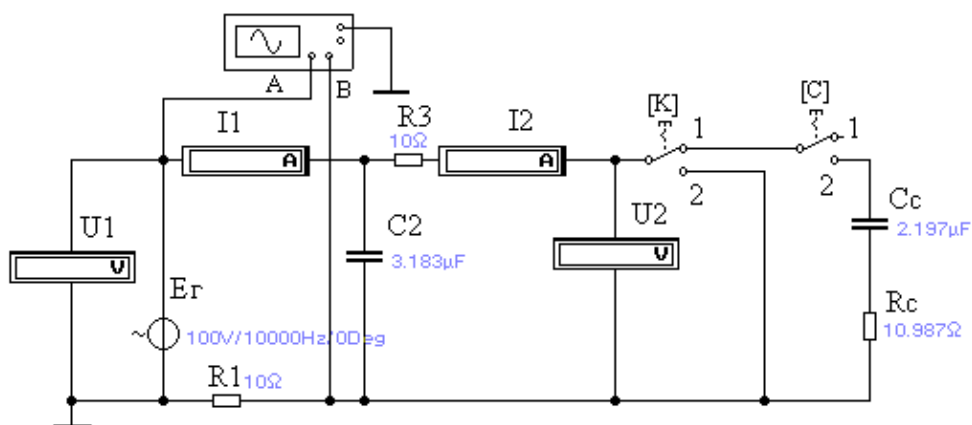

Рисунок 2
1. Собрать схему электрической цепи (рисунок 2).
4. После завершения установки всех параметров схемы кнопку (0-1) перевести в положение «Включено (1)». По завершении автоматических расчетов кнопка (0-1) переводится в положение «Выключено (0)». Показания амперметров и вольтметров, значение временного промежутка $T_2 - T_1$ занести в таблицу расчетных и экспериментальных данных. Фазовый сдвиг между напряжением U_1^{xx} и током I_1^{xx} в градусах рассчитать по формуле $\varphi_{ui} = 360^\circ \cdot (T_2 - T_1) \cdot f$
8. В схеме (рисунок 2) установить **режим короткого замыкания**: переключатель «К» перевести в положение 2 «включено» (нажать на клавиатуре клавишу К).
12. Установить рассчитанные величины элементов нагрузки схемы четырехполосника (рисунок 2) (сопротивление резистора R_c , емкость конденсатора C_c).
13. В схеме (рис.2) установить **режим согласованной нагрузки**: к выходу четырехполосника подключить $Z_n = Z_c$ (переключатель «С» перевести в положение включено (нажать на клавиатуре клавишу С)). После завершения установки всех параметров схемы кнопку (0-1) перевести в положение «Включено (1)». По завершении автоматических расчетов кнопка (0-1) переводится в положение «Выключено (0)». Показания амперметров и вольтметров, значение временного промежутка $T_2 - T_1$ занести в таблицу расчетных и экспериментальных данных. Сдвиг фаз между напряжением U_{1c} и током I_{1c} рассчитать по формуле $\varphi_{ui} = 360^\circ \cdot (T_2 - T_1) \cdot f$